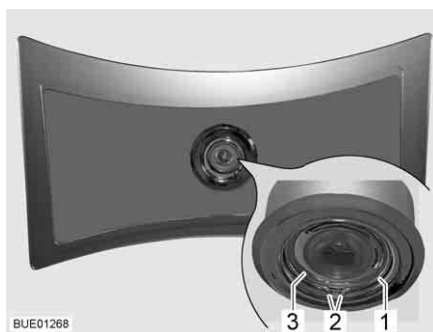

Fig. 220 Lampada a soffitto
- Premere la rondella (Fig. 220,1) sulle sue due estremità (Fig. 220,2) e rimuoverla.
- Estrarre l'involucro (Fig. 220,3) con LED dalla lampada.